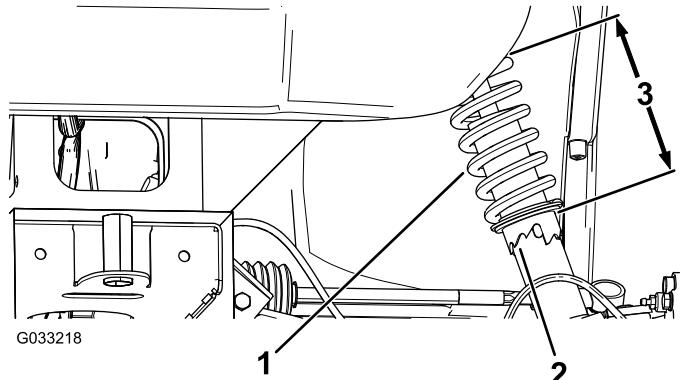

Figura 43
2. Si la caída de la rueda no está alineada, utilice la llave de tuercas para girar el collarín en el amortiguador y alinear la rueda (Figura 43).